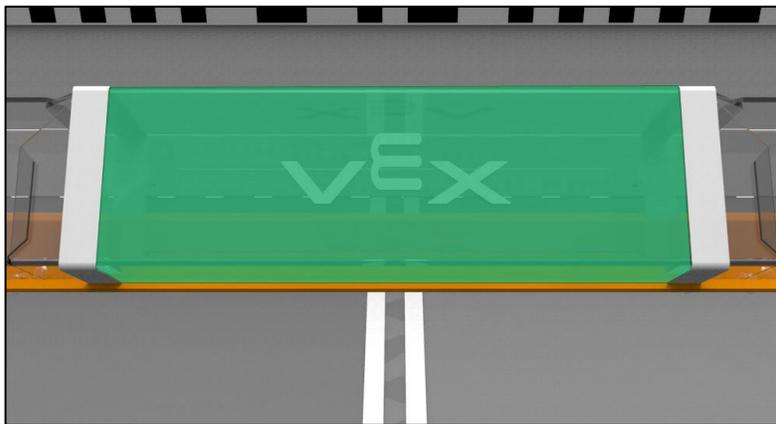

图 CZ-1: 长得分桥上的控制区是两条白色胶带中间的空间 (绿色高亮标注)
- **长得分桥** – 长得分桥上的控制区是两条白色胶带中间的空间，不包含白色胶带线 (图 CZ-1 中绿色高亮标注)，最多可容纳 3 个棱块。